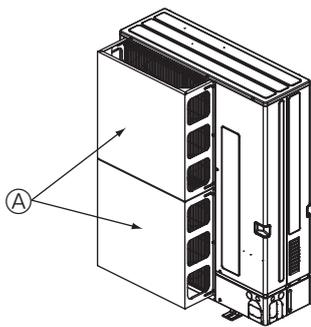

Fig. 2-15
- ① Monter en luftkanal (ekstrautstyr) hvis enheten monteres på et sted der sterk vind fra en orkan osv. kan komme direkte inn i luftutløpet. (Fig. 2-15)